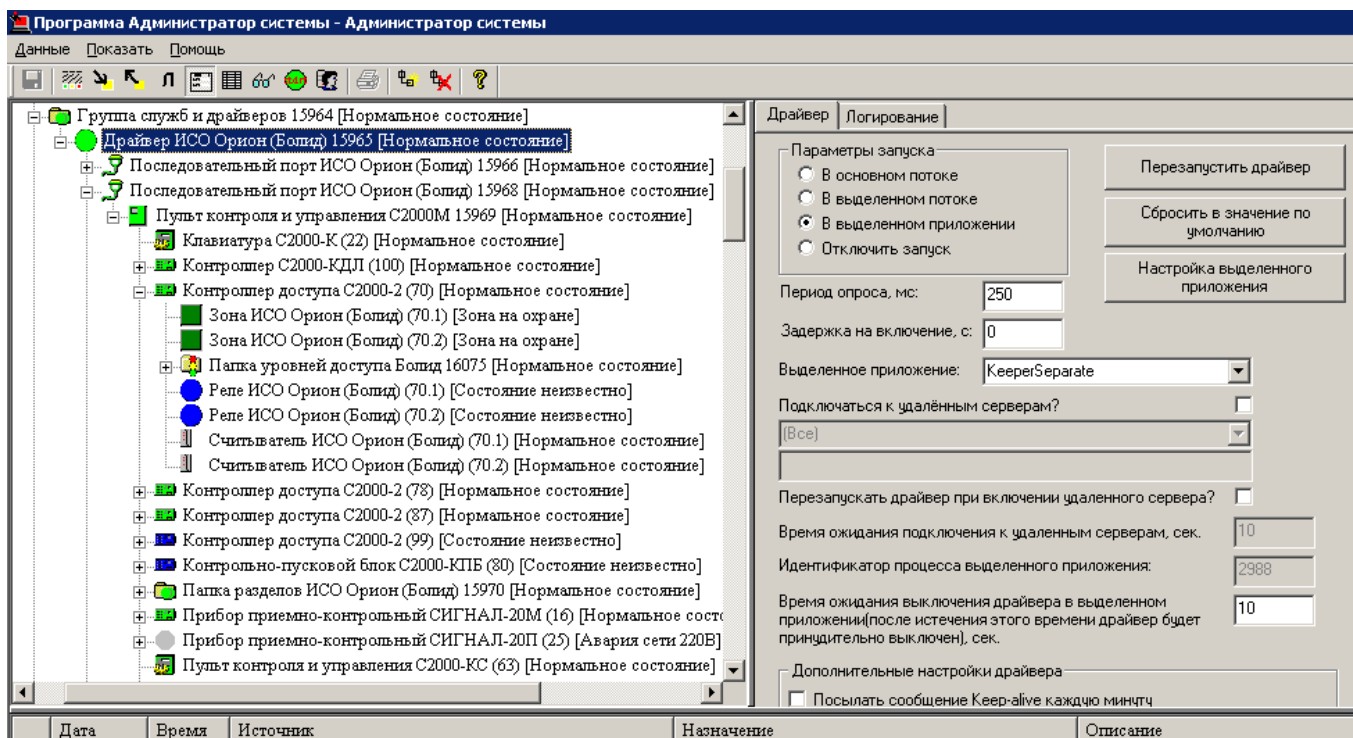

Рисунок 4 – Дерево конфигурации драйвера
7. В окне частных свойств элемент **Драйвер ИСО Орион (Болид)** в поле **Параметры запуска** выберите **В выделенном приложении** и сохраните изменения (кнопка ). Все элементы, дочерние к элементу **Драйвер ИСО Орион (Болид)**, перейдут в [**Нормальное состояние**] или иное, соответствующее физическому состоянию оборудования, и отличное от [**Состояние неизвестно**] (рисунок 4).